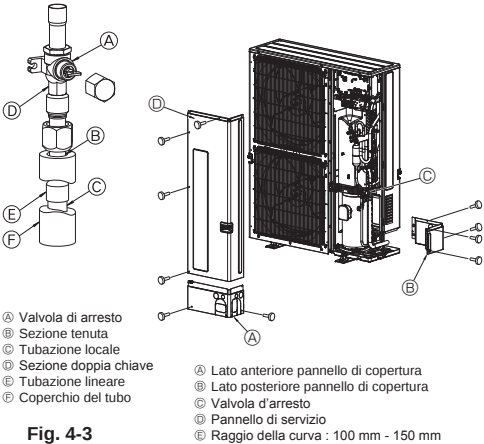

Fig. 4-3
- Per il collegamento delle tubazioni lato gas, procedere nel modo seguente. (Fig. 4-3) (SW160/200)
- 1 Brasare la tubazione lineare (A) per l'unità esterna con materiale di brasatura da procurarsi e la tubazione locale (C) senza ossigeno.
- 2 Collegare la tubazione lineare (A) alla valvola di arresto lato gas. Serrare il dado svasato con due chiavi.